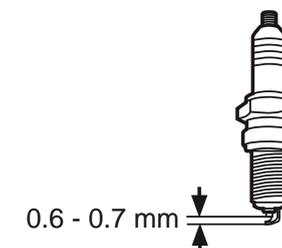

Fig. 35
- > Vérifiez l'écartement de la bougie. ; Il doit être de 0,6 à 0,7 mm (Fig. 35).